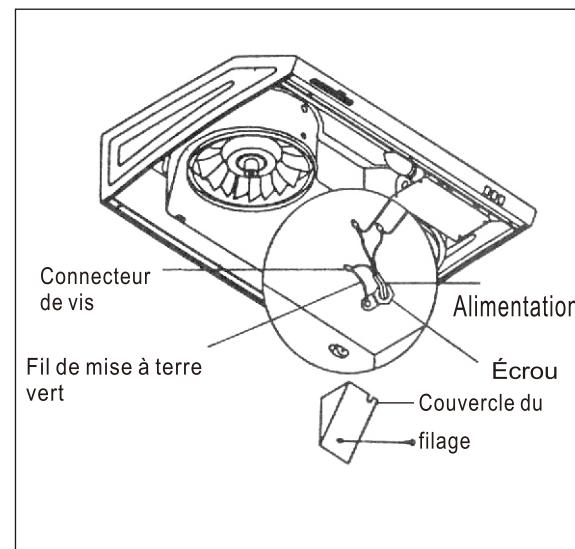

Fig. 14 Connectez les fils principaux et la corde d'alimentation
11. Connect the leading wires and power supply cord (refer to the circuit diagram on page 10 in this instructions.) (Fig. 14)